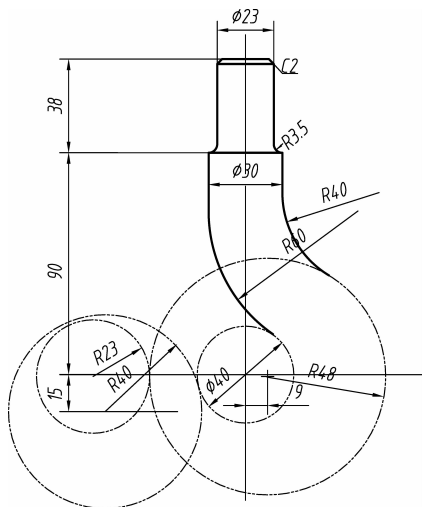

图 3-13 部分连接圆弧完成图
(5) 对需要倒角倒圆的部分进行处理,完成连接圆弧,如图 3-13 所示。